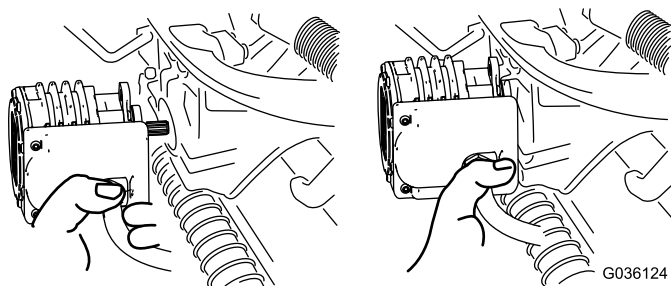

Figura 55
- Mova o motor para o local de armazenamento na parte da frente do braço de suspensão (Figura 55).